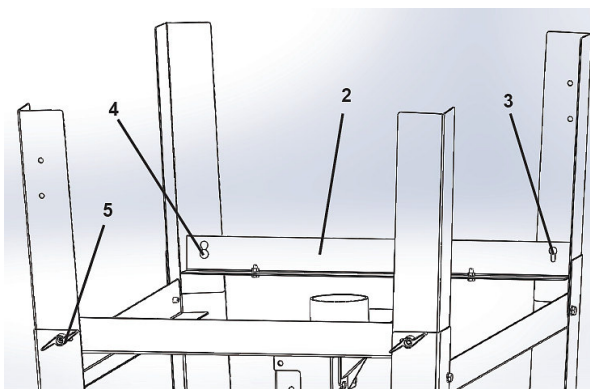

Abb. 5: Querstrebe montieren
Schritt 3: Querstrebe (Pos.2, Abb.5) an den Montagelöchern ausrichten und montieren. Alle Schrauben (Pos.3, Abb.5) festziehen.